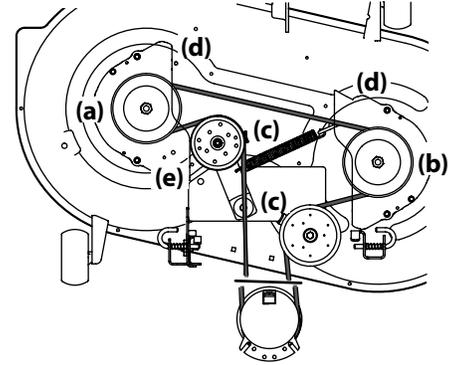
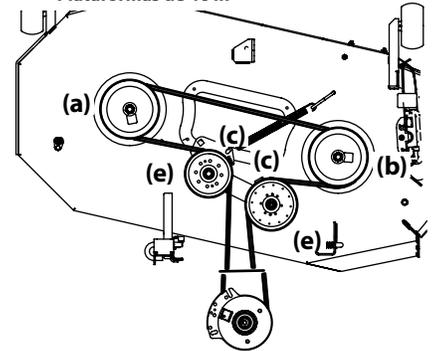
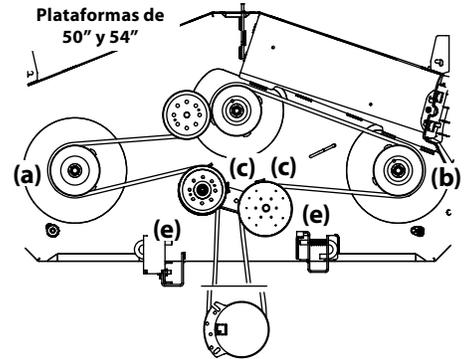

Figura 4-13
Figura 4-14
Figura 4-15
2. Afloje, pero no quite los accesorios a la derecha (a) y a la izquierda de la polea loca (b). Consulte la Figura 4-13 para las plataformas de 42 in, la Figura 4-14 para las plataformas de 46 in y la Figura 4-15